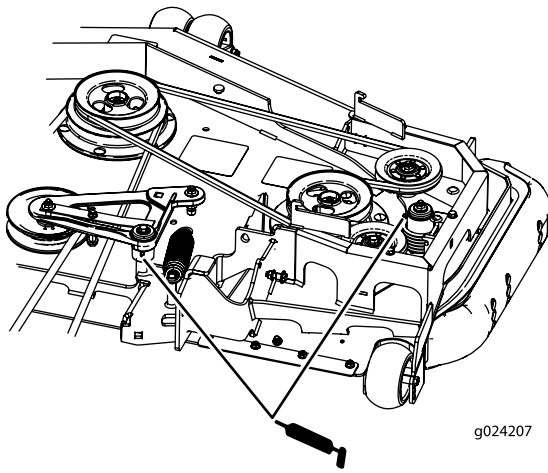

**Figure 55**
6. Graissez les bras de la poulie de tension de la courroie d'entraînement (Figure 55).